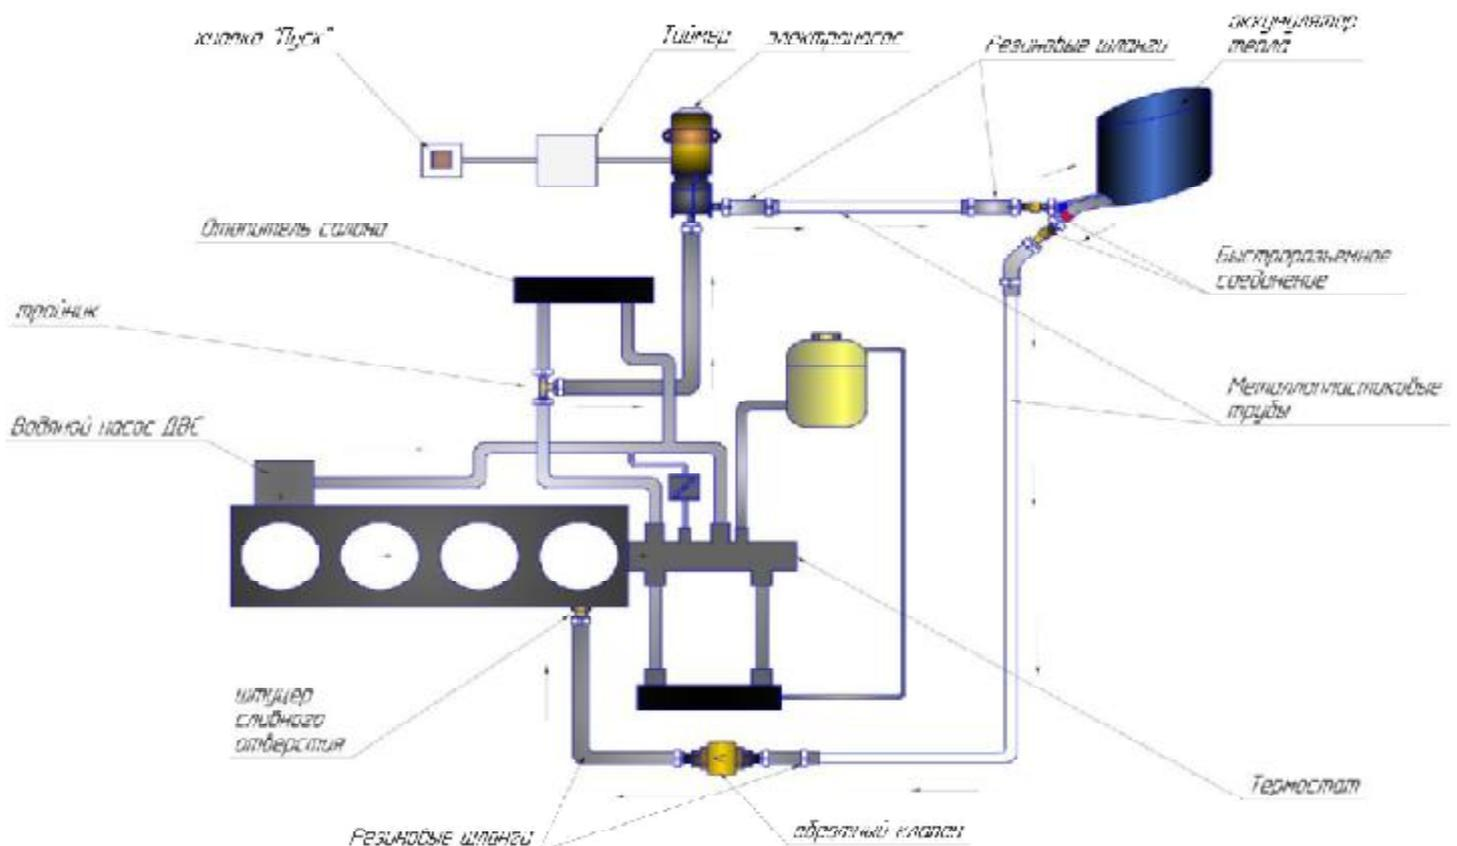

Рис.1 Рекомендованная гидравлическая схема соединений для отечественных автомобилей и большинства иномарок через штуцер сливного отверстия в блоке цилиндров
**5.2 Монтаж гидравлической схемы.** Монтаж состоит из подсоединения элементов АТ к системе охлаждения двигателя в соответствии с гидравлической схемой (рис. 1,2,3,4)
5.2.6. В магистрали выходного шланга от АТ до сливного отверстия в блоке цилиндров двигателя, врезаем обратный клапан. Обратный клапан располагается в моторном отсеке закрепленный в шланге при помощи двух прямых штуцеров поставляемых в комплекте. Обратный клапан устанавливается согласно схеме движения жидкости на *рис. 1,3,4*. Так же он должен иметь свободный доступ, для определения его нагрева и остывания рукой в процессе прокачки, для настройки таймера системы АТ.